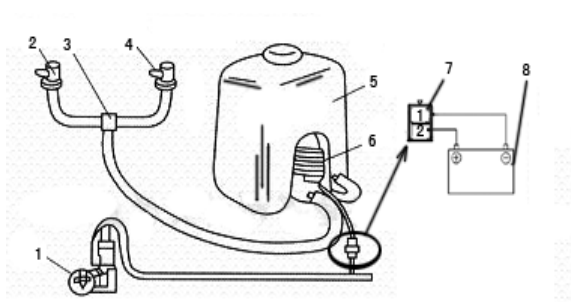

图7-21 洗涤器电动机检测
(1) 在洗涤器电动机安装于洗涤液罐内的状况下，向洗涤液罐注入水。
(2) 当如图7-21所示连接蓄电池时；检查水喷出的强度。强度不够，检查喷嘴、管路或更换洗涤器电动机。